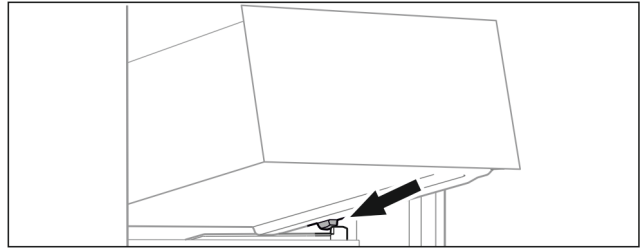

Fig. 100
- ▶ Встановити висувний ящик за стопорами на ребро для резервуару навкоси. (див. Fig. 100)